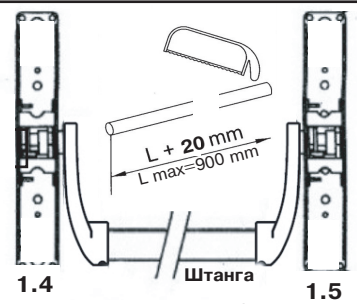

Рис.6
Закрепите механизмы крепления 1.4 и 1.5 на дверном полотне. Измерьте расстояние между рычагами (L) (Рис.4), прибавьте к длине L 20 мм (заход в рычаги), отметьте это расстояние на штанге и отрежьте штангу (Рис.6).